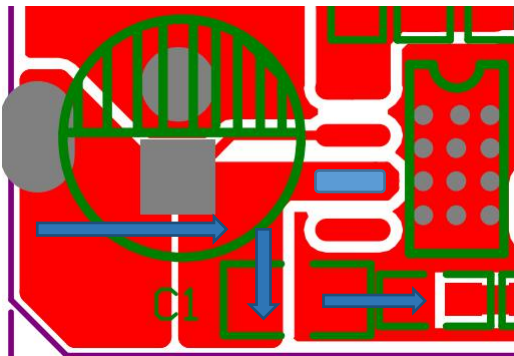

图 1
- 2.输入电容应尽可能靠近芯片管脚（VIN 和 GND）。建议增加一个 0.1uF 的陶瓷电容增强芯片的抗高频噪声能力。如图 1 中 C_{IN} 和 C_{IN_BYP}。
如图 1 中 C_{IN} 和 C_{IN_BYP}。